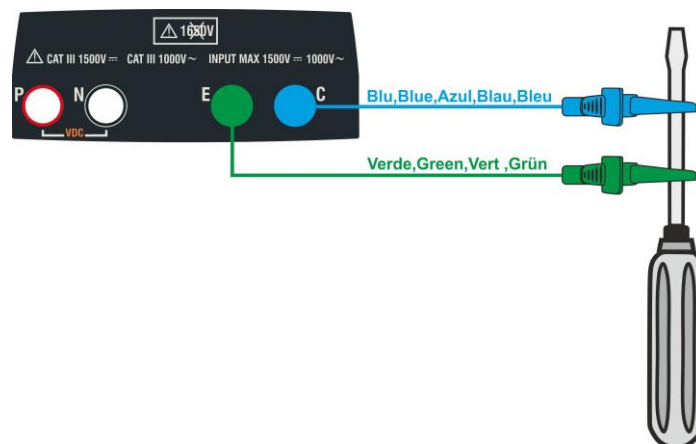

Fig. 4: Compensación de la resistencia de los cables de medida
3. Conecte los cables de medida entre sí como se muestra en Fig. 4